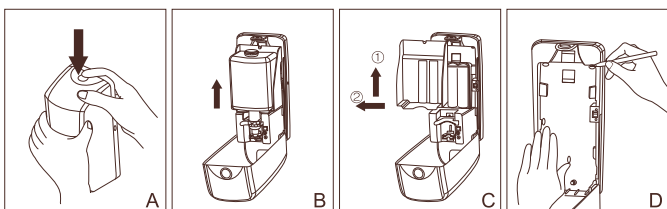

Рисунок 2
1. Откройте крышку корпуса дозатора (Рисунок 2А).
2. Потяните контейнер на себя и снимите его (Рисунок 2В).
3. Потяните вверх заднюю стенку фиксатора контейнера и снимите ее (Рисунок 2С).
4. Приложите заднюю стенку дозатора к стене к месту где вы хотите установить дозатор. Отметьте на стене 4 отверстия, используя заднюю крышку как шаблон (Рисунок 2 D). С помощью винтов и дюбелей прикрепите дозатор к стене (Рисунок 3Е).